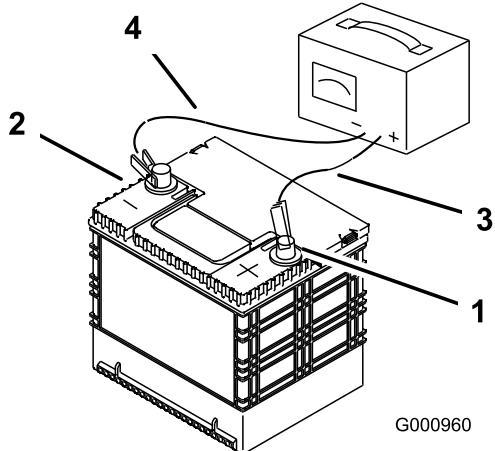

Bild 59
- Wenn die Batterie voll geladen ist, ziehen Sie den Stecker des Ladegeräts aus der Dose. Klemmen Sie dann die Klemmen des Ladegeräts von den Batteriepolen ab (Bild 59).